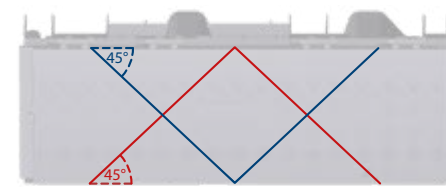

Abbildung 1: Schnittverläufe für 90°-Winkelement
- Markieren Sie die Schnittlinien auf der Oberseite und den Seiten des Kabelkanal mit Hilfe der in Abbildung 1 bzw. Abbildung 2 dargestellten Schnittverläufe. Beachten Sie die farblich gekennzeichneten Schnittverläufe für links- und rechtsseitige Streckenänderungen.